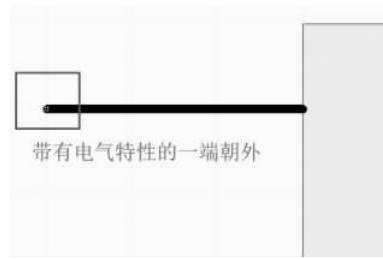

图 3-10 放置管脚
- (1) 执行菜单栏中“放置”→“管脚”命令,或单击工具栏中的“放置管脚”按钮  ,光标变成十字形状,并带有一个管脚图标。
- (2) 将该管脚移到矩形边框处单击,完成放置。放置管脚时,一定要保证具有电气特性的一端,即带有“×”号的一端朝外,如图 3-10 所示。这可以通过在放置管脚时按空格键实现旋转。
- (3) 此时仍处于放置管脚的状态,重复步骤(2)的操作即可放置其他的管脚。
- (4) 设置管脚属性。双击需要设置属性的管